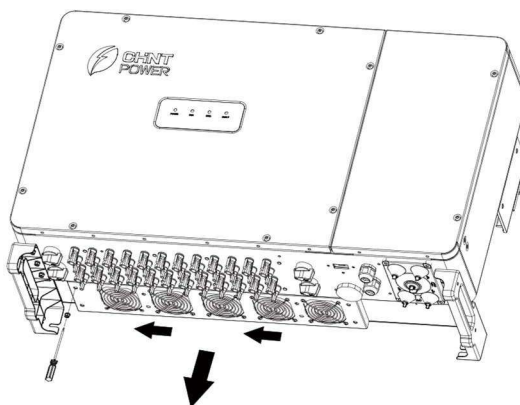

Fig. 7-1 Retire la bandeja del ventilador y el ventilador
1. Utilice un destornillador Phillips n.º 2 para retirar los 4 tornillos que fijan la bandeja del ventilador, tal y como se muestra en la Fig. 7-1.